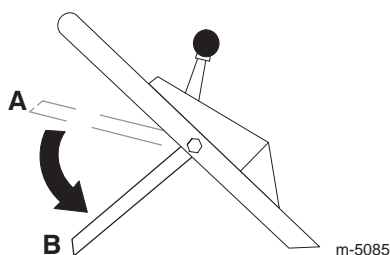

Figura 14
- Suelte la barra de control de la cuchilla; consulte la posición **B** de la Figura 14. Debe oír un ruido fuerte. La cuchilla debe detenerse en tres segundos.